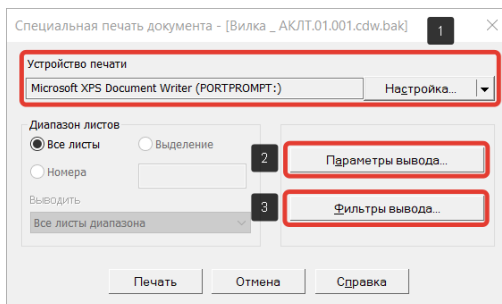

Рисунок 431 - Окно настройки специальной печати
Окно настройки специальной печати позволяет настроить диапазон вывода листов, указать номера печатаемых листов, порядок их вывода (четные, нечетные) (Рисунок 431).
Устройство печати (1) (Рисунок 431) – позволяет выбрать нужное устройство печати и задать его параметры.
Окно настройки параметров вывода (2) (Рисунок 431) - позволяет выполнить настройки следующих параметров:
Окно установки фильтров вывода документа на печать (3) (Рисунок 431) – данное окно позволяет произвести настройку документа таким образом, чтобы некоторые объекты оформления или графические объекты не были напечатаны.